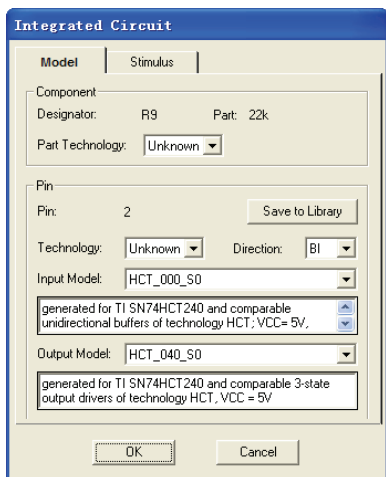
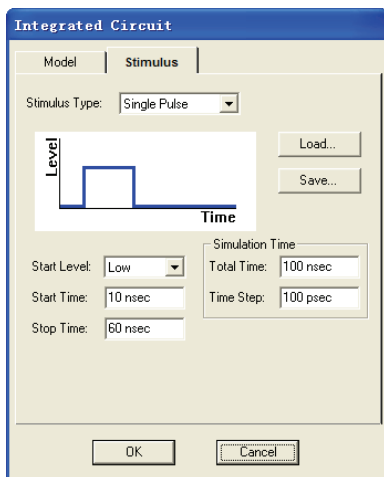

图 11-20 “Model”选项卡
图 11-21 “Stimulus”选项卡
(1) 执行该命令后，弹出如图 11-20 所示的“Integrated Circuit”对话框，检查与该网络相连接的元件引脚的输入输出属性与实际情况是否。
(2) 若不相符，须根据电路原理图修改该引脚。
(3) 设置完成后，单击  按钮，退出对话框。
该对话框包含两个选项卡，“Model”选项卡如图 11-20 所示，“Stimulus”选项卡如图 11-21 所示，其中“Model”选项卡主要功能选项介绍如下：